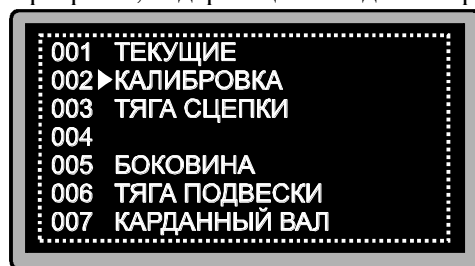

Рис. 6.7 Сохранение/загрузка программы
6.7.2.2 Кнопками "↑", "↓" установить курсор на строку «СТАНДАРТНЫЕ» и нажать кнопку "←". При этом на дисплее дефектоскопа появится список программ, содержащихся в данном разделе (рис. 6.7).
6.7.2.6 Для сохранения текущих настроек в другой ячейке кнопками "↑", "↓" установить курсор на пункт "КОП." и нажать кнопку "↵". После этого кнопками "↑", "↓" выбрать тип программы (рис. 6.6.) нажать кнопку "↵", выбрать ячейку, в которую будут сохранены настройки (рис. 6.7) и повторно нажать кнопку "↵".